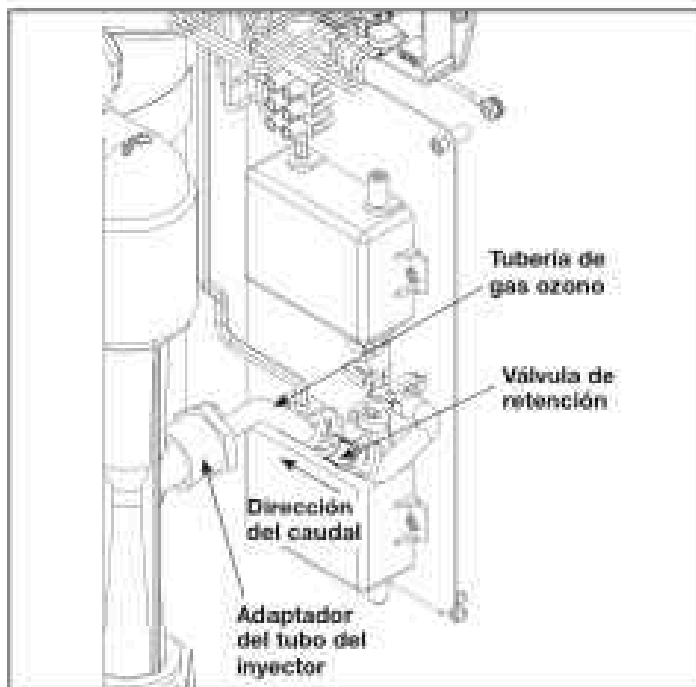

Figura 12. Vista de ángulo general del sistema generador de ozono
El inyector aspira el gas de los módulos de ozono a través de la tubería de gas ozono hacia el agua. La válvula de retención de ozono (consulte Figura 12: Vista en ángulo) en esta tubería evita que el agua regrese a los módulos de ozono cuando el sistema AOP Jandy no está funcionando.
Este componente conecta la tubería de gas ozono al colector del inyector (consulte Figura 12: Vista en ángulo). Cuando realice tareas de servicio en este componente, no apriete más de 10 in-lb (1,13 Nm) para evitar daños en el componente.
- Desconecte el módulo de ozono rastreando el cableado de alimentación del módulo de ozono hasta el conector más cercano y desenganchando la pestaña del gancho en el conector. Consulte la Figura 12.